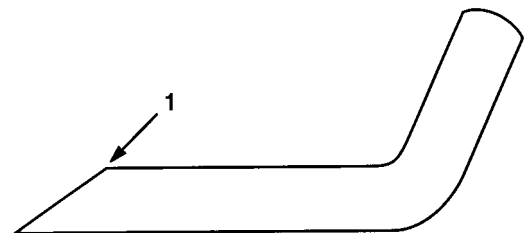

Figure 14
3. Examiner l'état des tranchants de toutes les lames. Les affûter s'ils sont émoussés ou ébréchés. Affûter seulement la face supérieure du tranchant et conserver l'angle de coupe d'origine pour obtenir une coupe nette (Fig. 14). La lame reste équilibrée si les deux tranchants sont affûtés de la même manière.